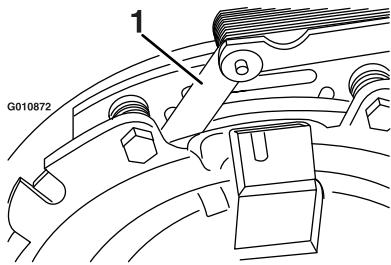
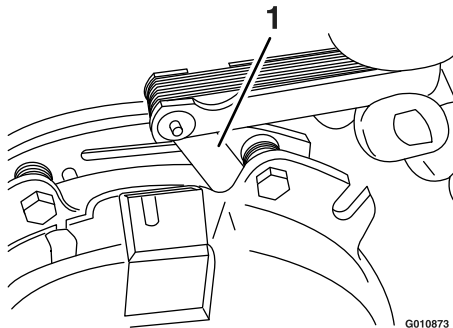

Figure 71
Figure 72
- E. À l'aide d'une jauge d'épaisseur de 0,025 cm (0,010"), vérifiez qu'il existe un entrefer entre le rotor et la face de l'induit, de chaque côté du pôle de frein, comme montré à la Figure 71 et la Figure 72.